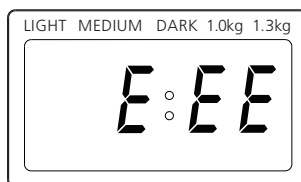

Fig. 2
2. Se si visualizza il simbolo **E:EE** dopo aver premuto il pulsante **START/STOP** (si veda fig. 2 sottostante), il circuito del sensore di temperatura è stato scollegato. Fare controllare il sensore da un tecnico autorizzato.